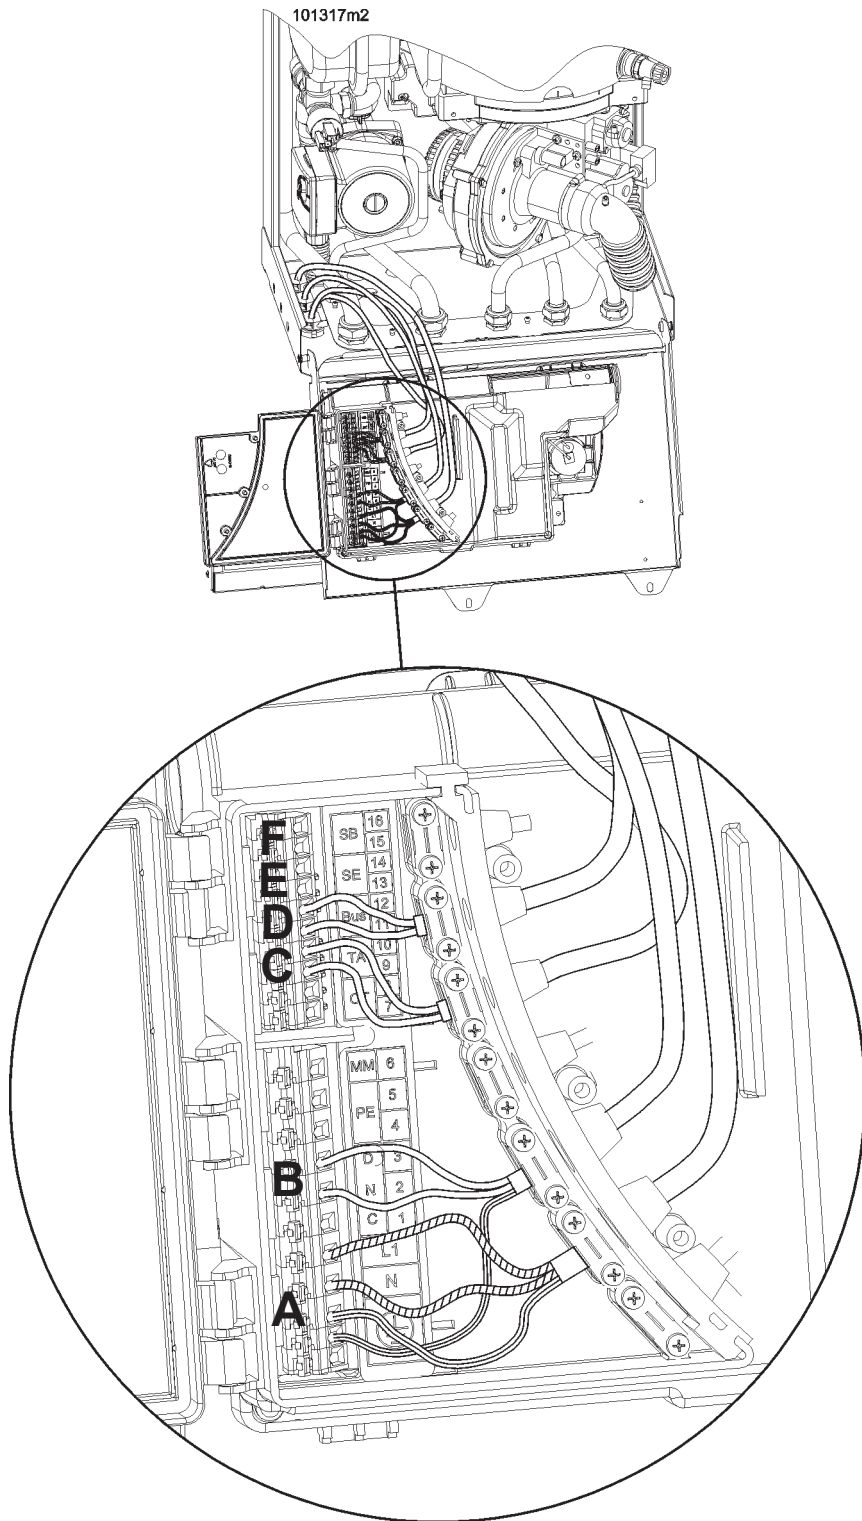

Рисунок 12 - Электрические соединения
- подсоединить оба конца на колодку "ТА" (см.рис.12 поз. С).
Для подсоединения питающего электропровода произвести следующее (рис. 12 ):
- подсоединить провода на контакты 1, 2, и 3 (см.рис. 12 поз."А") с соблюдением следующей последовательности:
- подсоединить двухжильный провод с контактами внешнего датчика котла (см.рис. 12 поз. Е)